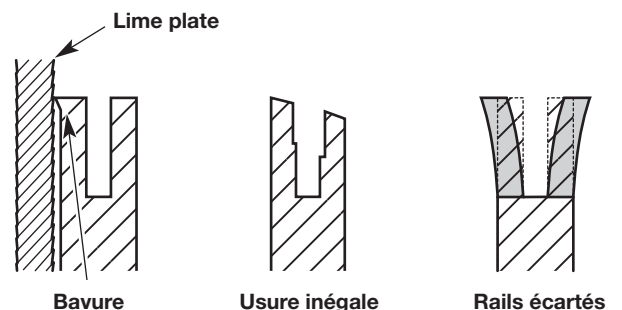

Fig. 50
3. Vérifiez fréquemment la tige de guidage afin d'y déceler des signes de dommages (Fig. 50). L'usure irrégulière et l'ébarbage des rails de guidage (les nervures de chaque côté de la rainure de la tige) sont des processus normaux d'usure de la tige de guidage. Ces défauts doivent être limés dès qu'ils se produisent (Fig. 50). Une tige de guidage avec les défauts suivants doit être remplacée :